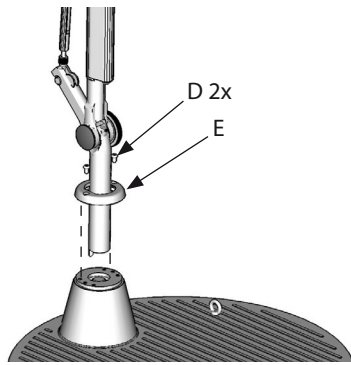
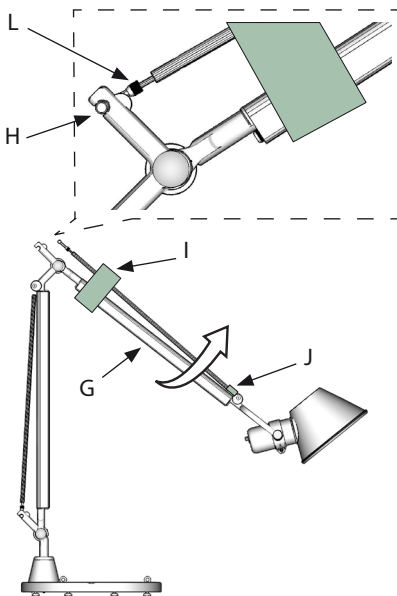

Fig. 4
Fig. 5
Inserire il corpo lampada nella base (fig.4). Bloccare la ghiera E avvitando le viti D nei fori prescelti.
Sollevare il braccio G ed inserire il perno H nell'apposita sede **SENZA RIMUOVERE LE PROTEZIONI I e J** (fig. 5).
Insérer le corps de la lampe dans la base (fig.4). Bloquer la bague E en serrant les vis D dans les trous. Soulever le bras G et insérer le pivot H dans le siège approprié **SANS RETIRER LES PROTECTIONS I et J** (fig. 5).
Insert the lamp body into the base (fig. 4). Lock the locking ring (E) by tightening the screws (D) into the selected holes.
Lift the arm (G) and insert pin (H) into the relevant hole **WITHOUT REMOVING THE COVERS (I) and (J)** (fig. 5).
Den Lampenkörper C in den Sockel (D) einsetzen (Abb. 4). Die Schrauben D in die gewählten Bohrungen schrauben, um den Ring E zu blockieren.
Den Arm G heben und den Stift H in seine Aufnahme stecken **OHNE DIE ABDECKUNGEN I und J ZU ENTFERNEN** (Abb. 5).